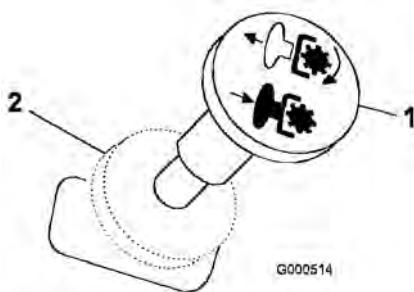

Figure 10
- Placez la commande de prise de force (PDF) en position Désengagée (Figure 10).
- Placez la commande de PDF en position désengagée (Figure 10).